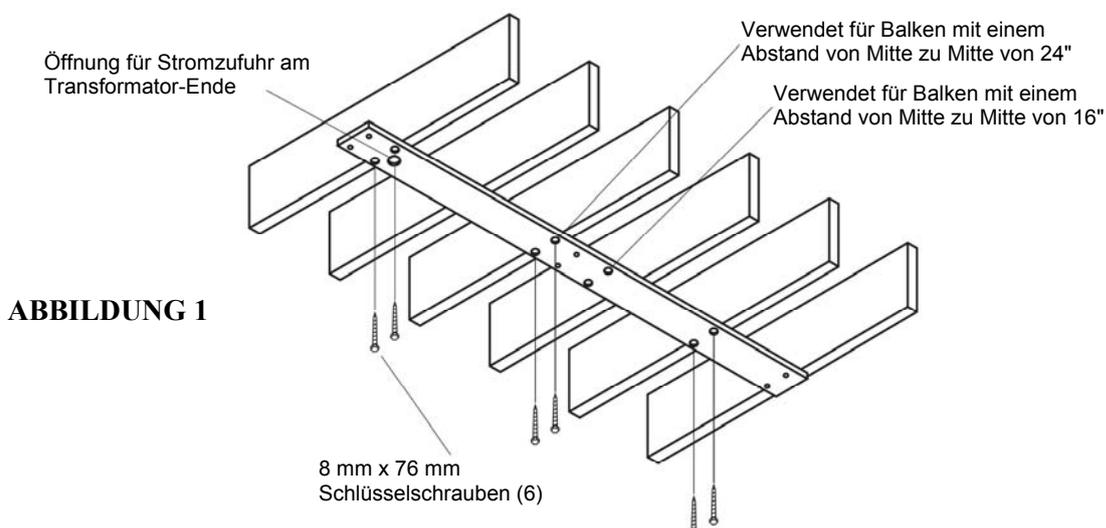

ABBILDUNG 1
A) Bei herkömmlichen Decken mit Balken, die **lotrecht** zur Mittellinie der Leuchte verlaufen, befestigen Sie die Halterung mit **wenigstens 6 (M8 x 76mm)** Schlüsselschrauben. Für die meisten Installationen sind in der Halterung geeignete Bohrungen für Deckenbalken mit einem Abstand von Mitte zu Mitte von 16"(406 mm) oder 24"(610 mm) vorhanden. Bei anderen Abständen oder Positionen kann die Halterung mit zusätzlichen Bohrungen versehen werden. (SIEHE ABBILDUNG 1)